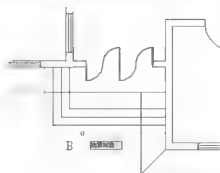

图 2.92 选择 B 线为剪切边界
(1) 在选择剪切边...，选择对象或 <全部选择>：提示下，选择台阶 B 线作为剪切边，如图 2.92 所示。按 Enter 键进入下一步命令。